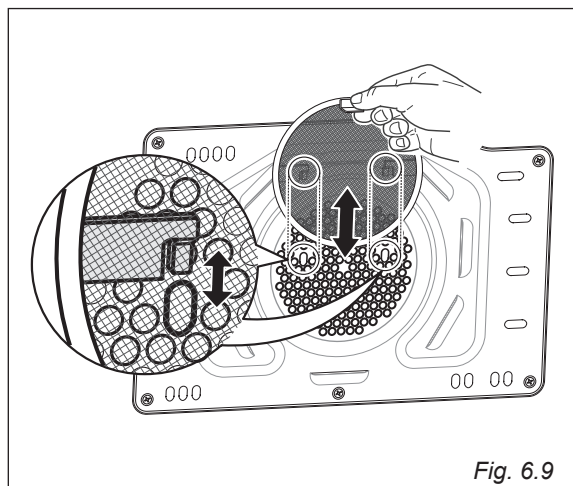

Fig. 6.9
- L'arrière du four est muni d'un écran spécial pour absorber les particules de graisse, surtout lorsqu'on fait rôtir des viandes (fig. 6.9). Le filtre est accroché à la paroi postérieure du four comme illustré sur la figure 6.9.